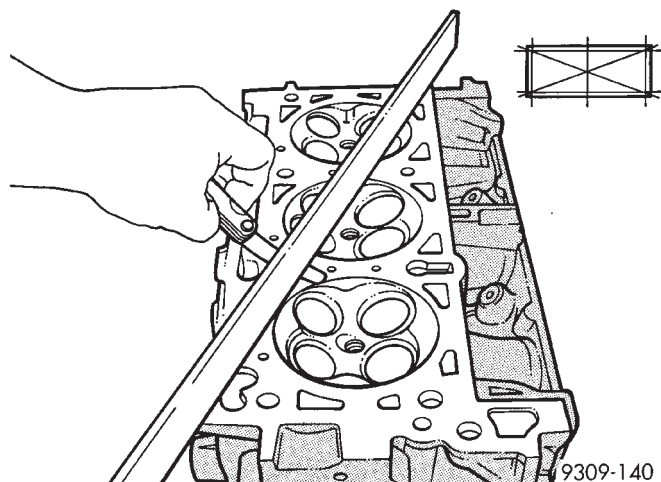

Fig. 108 Verificación de la planeidad de la culata de cilindros
(1) Antes de realizar la limpieza, verifique si existen fugas, daños o cuarteaduras.
(2) Limpie la culata de cilindros y los conductos de aceite.
(3) Verifique la planeidad de la culata de cilindros (Fig. 108).
(4) La planeidad de la culata de cilindros debe estar dentro de los siguientes valores: